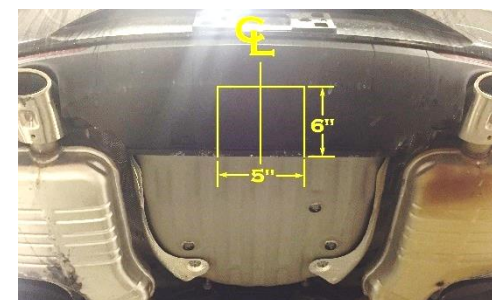

Figura 3
- Recortar la fascia inferior:** Localizar el centro de la fascia inferior y recortar un área de 6" de profundidad por 5" de ancho, ver la **Figura 3**. Hacer cualquier recorte adicional si fuera necesario.